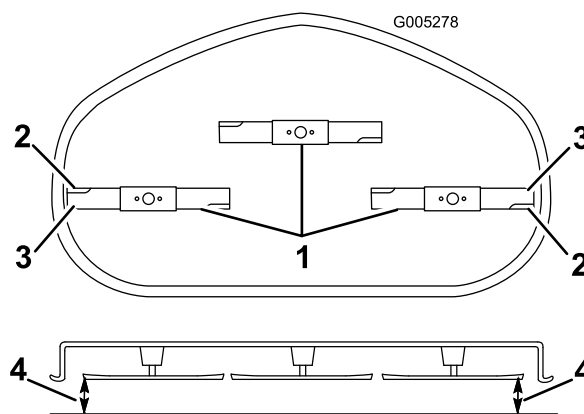

Figura 41
- Gire cuidadosamente la(s) cuchilla(s) colocándola(s) perpendicularmente al sentido de avance de la máquina (Figura 41).
- Mida entre los bordes de corte exteriores y la superficie plana (Figura 41). Si hay una diferencia de más de 5 mm entre ambas dimensiones, se requiere un ajuste; siga con este procedimiento.